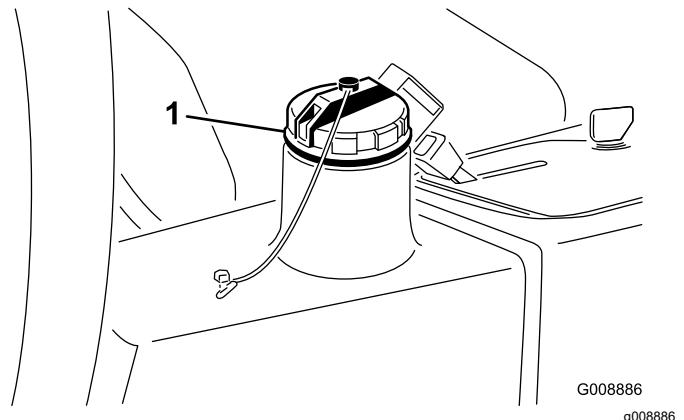

Figure 81
- Versez environ 13,2 litres de liquide hydraulique dans le réservoir (Figure 81) ; voir Contrôle du système hydraulique (page 28).